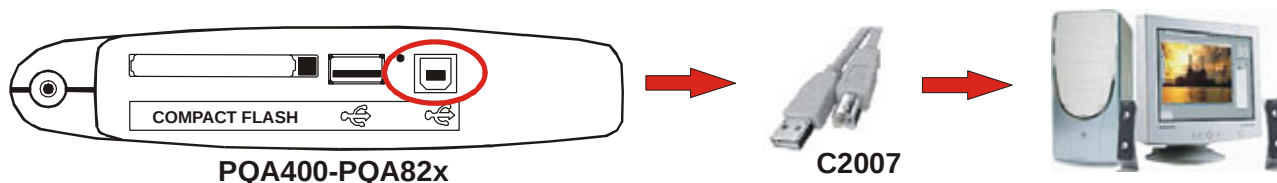

Fig. 197: Collegamento strumento a PC
3. Collegare lo strumento al PC usando il cavo C2007 (USB "A" → USB "B") fornito in dotazione come mostrato in Fig. 197: